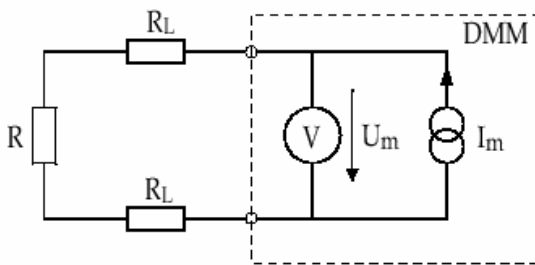
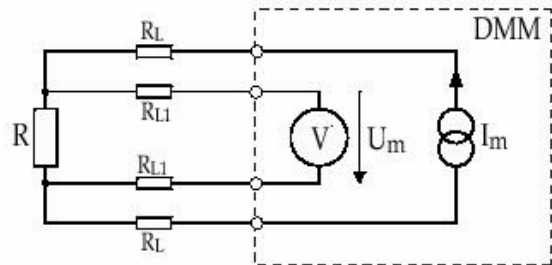

Fig.1.5
Fig.1.6
- (7) A_{DC} – Buton care se activează pentru măsurarea curentului continuu. Pentru un curent variabil, se afișează valoarea medie.
- (9) A_{AC+DC} – Buton care se activează pentru măsurarea curentului alternativ, folosind cuplajul DC. Aparatul afișează valoarea efectivă adevărată (RMS) a curentului variabil total (care include și componenta continuă).
- (11) Ω – Prin apăsarea repetată a butonului 11 se selectează măsurarea cu 2 fire (când se afișează 2w în dreapta unității de măsură) sau cu 4 fire (când se afișează 4w) a unei rezistențe. Schema de principiu a montajului de măsurare cu 2 fire este cea din fig.1.5, iar pentru 4 fire este cea din fig.1.6.